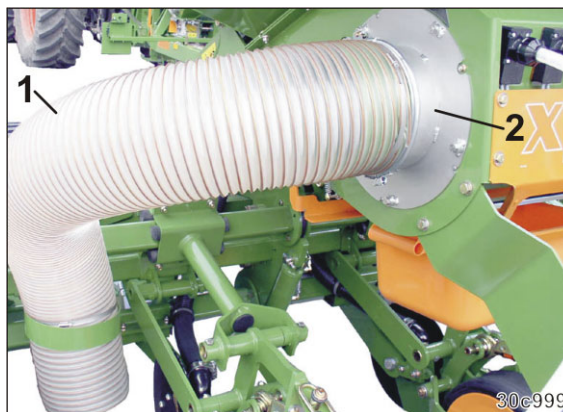

Fig. 268
2. Afmonter udluftningsslangen (Fig. 268/1) fra husets dæksel (Fig. 268/2).